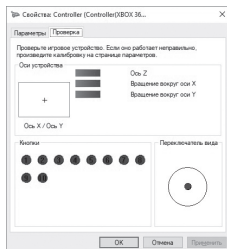

Рис. 8
• Для проверки и настройки в режиме XInput выберите «Свойства» в окне «Игровые устройства», при этом всплывет окно «Свойства: Controller (Controller (XBOX 36...))» (рис.8). Во вкладке «Проверка» можно проверить исполнение команд при нажатии на кнопки и вращении джойстиков. Для калибровки джойстика выберите вкладку «Параметры», нажмите «Откалибровать» и следуйте дальнейшим инструкциям.